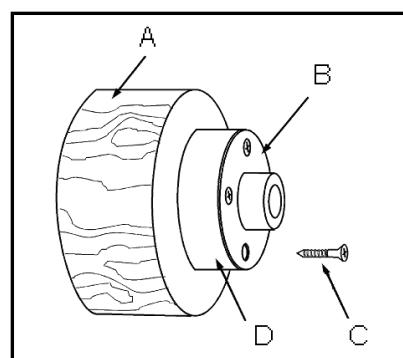

Рис. 16
Установите заготовку (A, Рис. 16) прямо на планшайбу, используя 4 шурупа (C). Винты должны быть короткие настолько, чтобы не мешать процессу резания, но достаточно длинные, чтобы надежно удерживать заготовку на планшайбе.